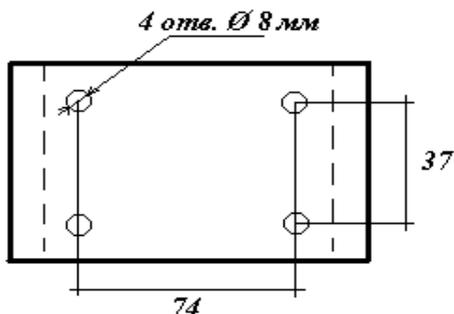

Рис. 3 - Крепёжная площадка МПП «Гарант-7»
6.3 Закрепить крепёжную(ые) площадку(и) модуля(ей) в соответствии с определёнными местами (по п.6.2). Координаты отверстий для крепления модулей «Гарант-7» показаны на рис. 3.